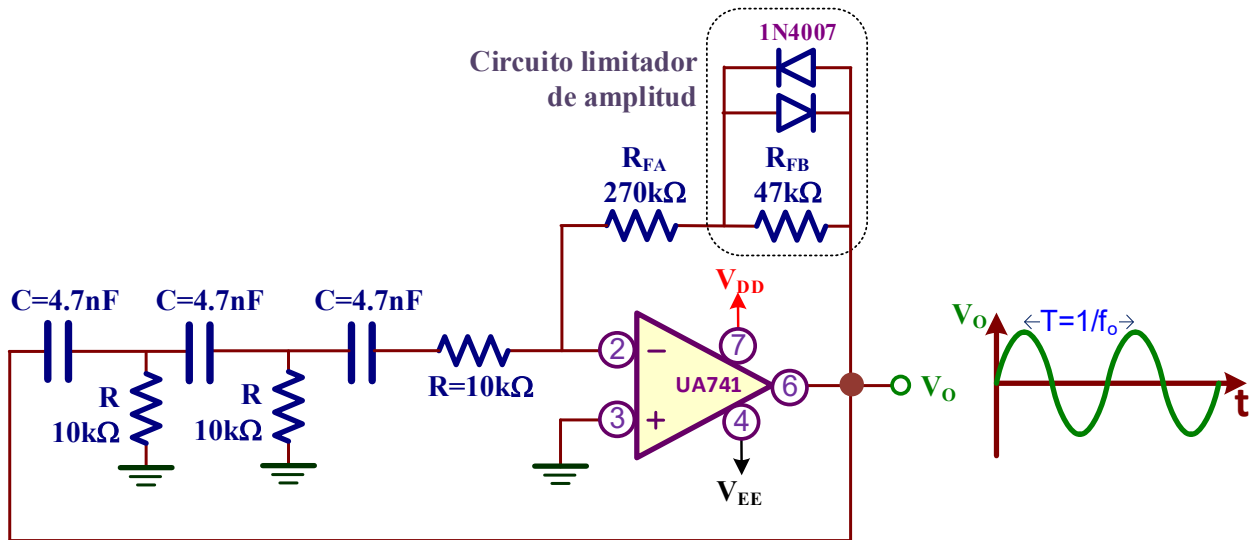

Figura VI.8. Oscilador de cambio de fase práctico.
- F)** Realizar el montaje práctico del oscilador de cambio de fase de la figura VI.8. Medir la frecuencia de oscilación y la tensión pico-pico de la salida V_o .